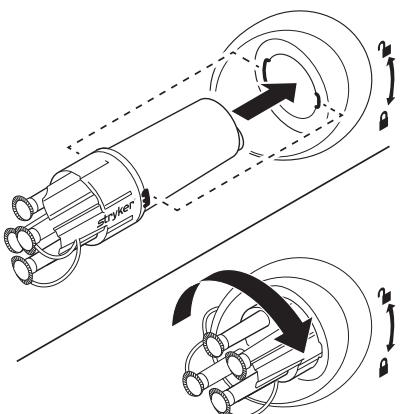

Figura 3 Installazione e blocco del collettore
1. Allineare il collettore inchiazzato all'attacco scanalato e spingere il collettore nell'attacco del contenitore desiderato dell'Unità mobile (Figura 3).